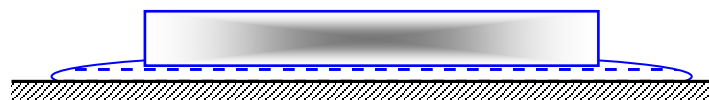

Рис. 4.2. К задаче 4.6
4.6. 100 кг льда с  $t_1=-10$  °С помещены в окружающую среду с  $t_{oc}=20$  °С (рис. 4.2). Лед тает, и вода нагревается до температуры окружающей среды  $t_2=t_{oc}$ . Давления льда и воды равны давлению окружающей среды и постоянны.